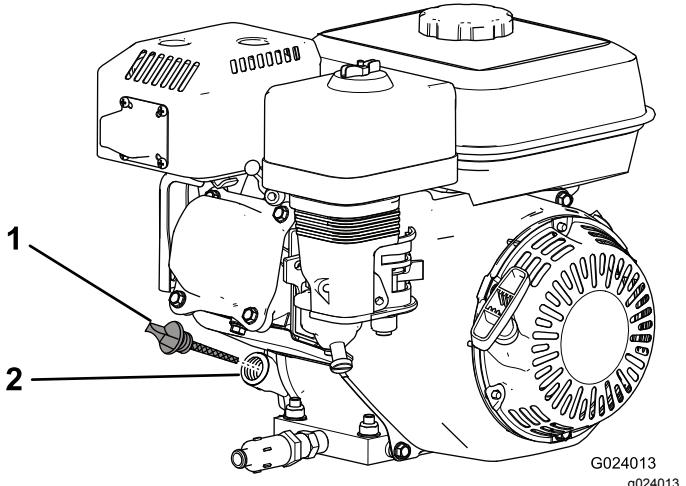

Figura 18
2. Apague el motor, espere a que se enfrie y limpie la zona alrededor del tapón de llenado/la varilla de aceite (Figura 18).